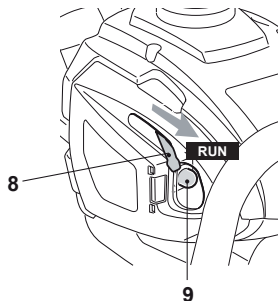

Fig. 9
- > Si el motor está frío, mueva la palanca del estrangulador (8) a la posición  "CHOKE" (Fig. 9) y presione el sistema de cebado (9) 7 - 10 veces hasta que la gasolina sea visible.